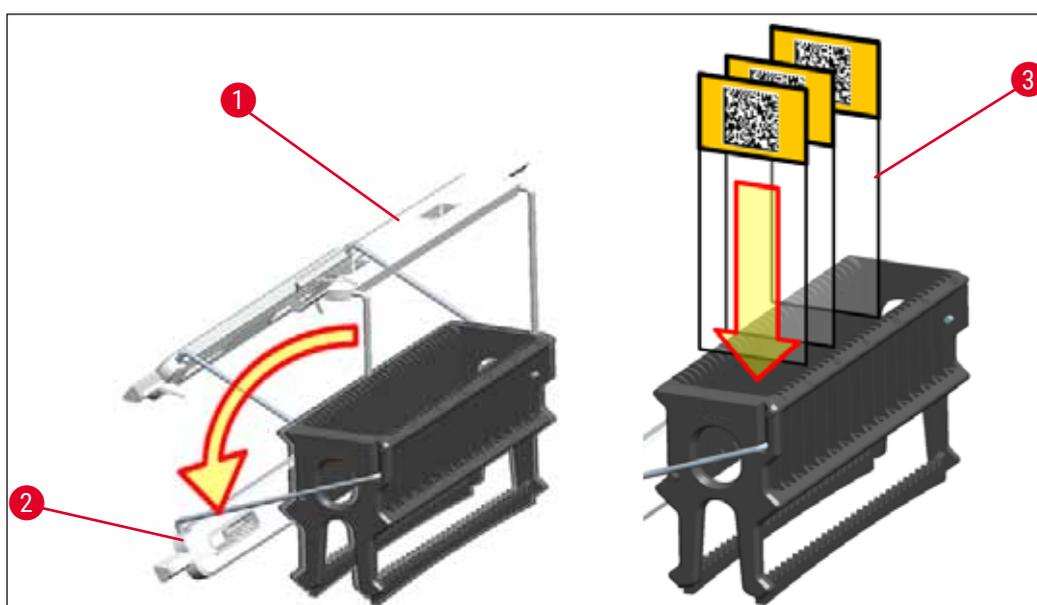

Fig. 81
- A frente do rack é rotulado com o logo da Leica. Com a alça conectada, é possível ler **DIANTEIRA** ao olhar para a alça (→ "Fig. 81").
1. Dobre o manuseio do rack na posição vertical (→ "Fig. 81").